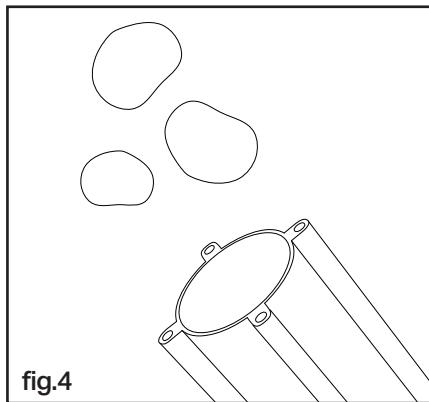

fig.4
6. Inserire e comprimere nel serbatoio le varie porzioni di materiale (fig.4).